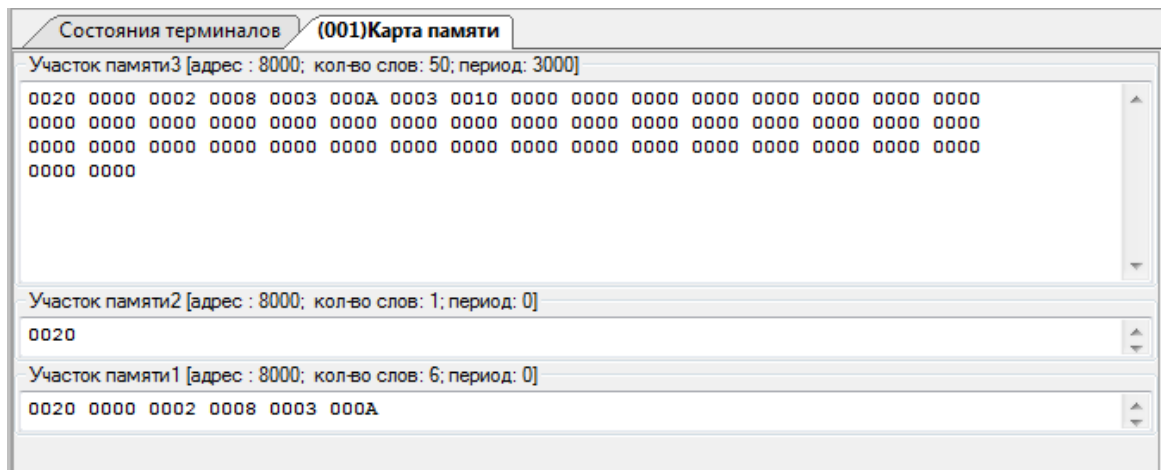

Рисунок 6.43
2) двойным кликом по области отображения участка памяти (рисунок 6.43);